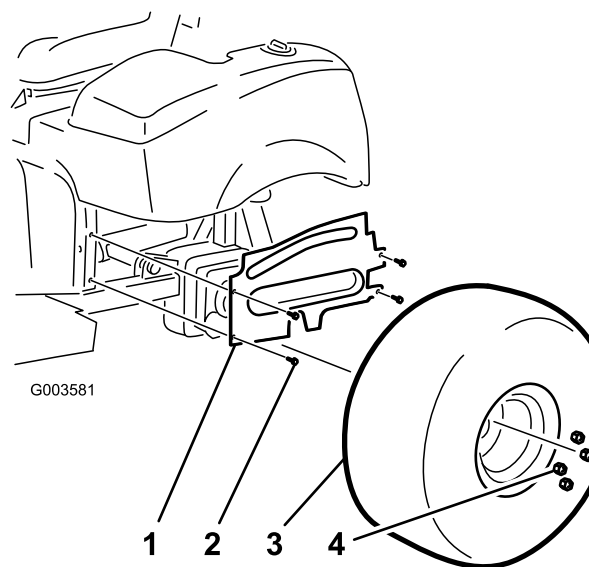

Figura 3
4. Remova os 4 parafusos de cabeça flangeada que prendem o resguardo da roda do lado esquerdo à estrutura (Figura 3). Retire e guarde o resguardo.